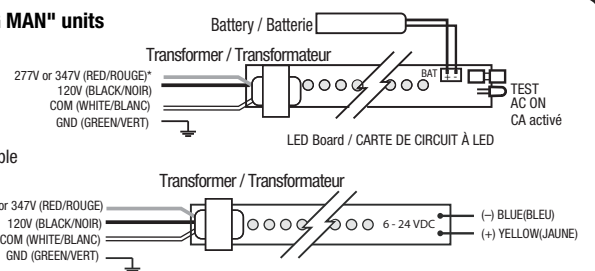

Fig. 6
- For units equipped with a DC INPUT Voltage selector power, two leads, adjust switch to desired input voltage before wiring unit: BLUE = (-) YELLOW = (+) (Fig. 6).
- Pour les unités munis d'une alimentation CC à quatre fils: VIOLET = négatif, JAUNE = 6 V CC (+); BLEU = 12V CC (+); ROUGE = 24V CC (+) (Fig. 6).
- Pour les unités munis avec un sélecteur de tension l'alimentation CC et 2 fils: ajuster le sélecteur à la tension désirée avant de faire les branchements: BLEU = (-), JAUNE = (+) (Fig. 6)